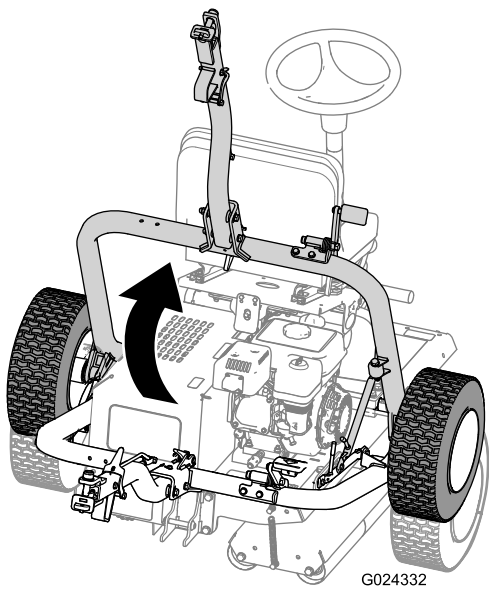

图29
D. 提起挂钩 (图29)、直到门锁杆锁入滑块锁销 (图25)。